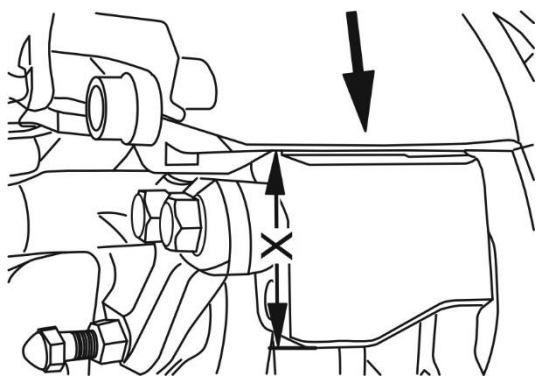

**Рис. 12.13 Замер зазора при смещении скобы вниз**
4. Максимально сместить скобу в направлении, указанном стрелкой (см. рис. 12.13). Убедиться, что подвижная скоба не касается каких-либо элементов моста и трансмиссии. В случае повреждения, резиновые втулки необходимо заменить. Удерживая скобу в этом положении, измерить расстояние «X» (см. рис. 12.13).